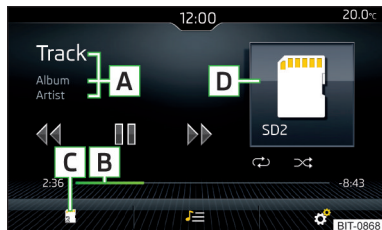
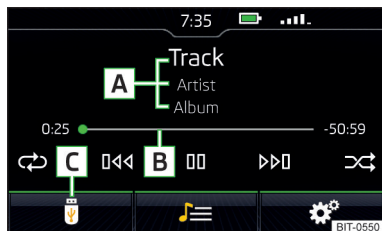

Abb. 155
Abb. 156
Hauptmenü » Abb. 155 bzw. » Abb. 156
- Im Hauptmenü *Medien* die Funktionsfläche C » Abb. 155 auf Seite 132 bzw. » Abb. 156 auf Seite 132 antippen und die gewünschte Audioquelle wählen.
Wiedergabe des aktuellen Titels von dessen Anfang an	Antippen von ◀◀ nach 3 s ab dem Start der Titelwiedergabe Fingerbewegung nach rechts im Bildschirmbereich A » Abb. 155 auf Seite 132 nach 3 s ab dem Start der Titelwiedergabe
Wiedergabe des vorherigen Titels	Antippen von ◀◀ innerhalb von 3 s nach dem Start der Titelwiedergabe Fingerbewegung nach rechts im Bildschirmbereich A » Abb. 155 auf Seite 132 innerhalb von 3 s nach dem Start der Titelwiedergabe
Wiedergabe des nächsten Titels	Antippen von ▶▶ Fingerbewegung nach links im Bildschirmbereich A » Abb. 155 auf Seite 132
Die Bewegung innerhalb des Titels ist durch Fingerberührung der Zeitachse B » Abb. 155 auf Seite 132 möglich.
Die Bewegung innerhalb des Titels ist durch Fingerberührung der Zeitachse **B** » Abb. 155 auf Seite 132 bzw. » Abb. 156 auf Seite 132 möglich.